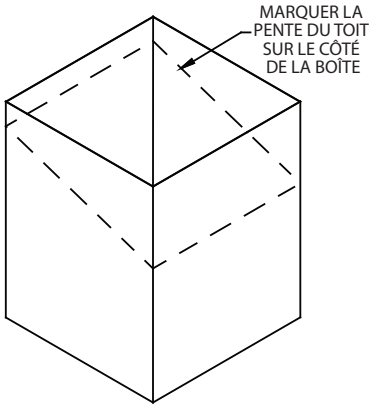

Figure 28
1. Marquer une ligne sur les côtés du boîtier de support de plafond cathédrale correspondant à la ligne de pente du toit comme illustré à la (*Figure 28*). Laisser le boîtier de support dépasser d'au moins 5cm (2 po) sous le côté inférieur du plafond fini.